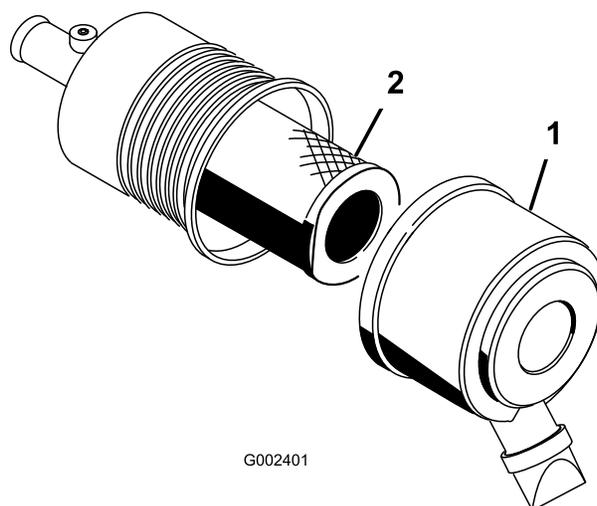

図 44
1. エアクリーナのラッチを外し、ボディーからカバーを抜き出す図 44。
3. 次フィルタをゆっくり引き抜くようにしてエア・クリーナのボディーから外す図 44。
6. 安全フィルタを交換する場合には、十分に注意しながら、フィルタのボディーに挿入する図 44。
7. 1次フィルタをゆっくり押し込むようにして安全フィルタの上から取り付ける図 44。
- 上下方向を間違えないように、エアクリーナカバーを正しく取り付け、ラッチを掛ける図 44。